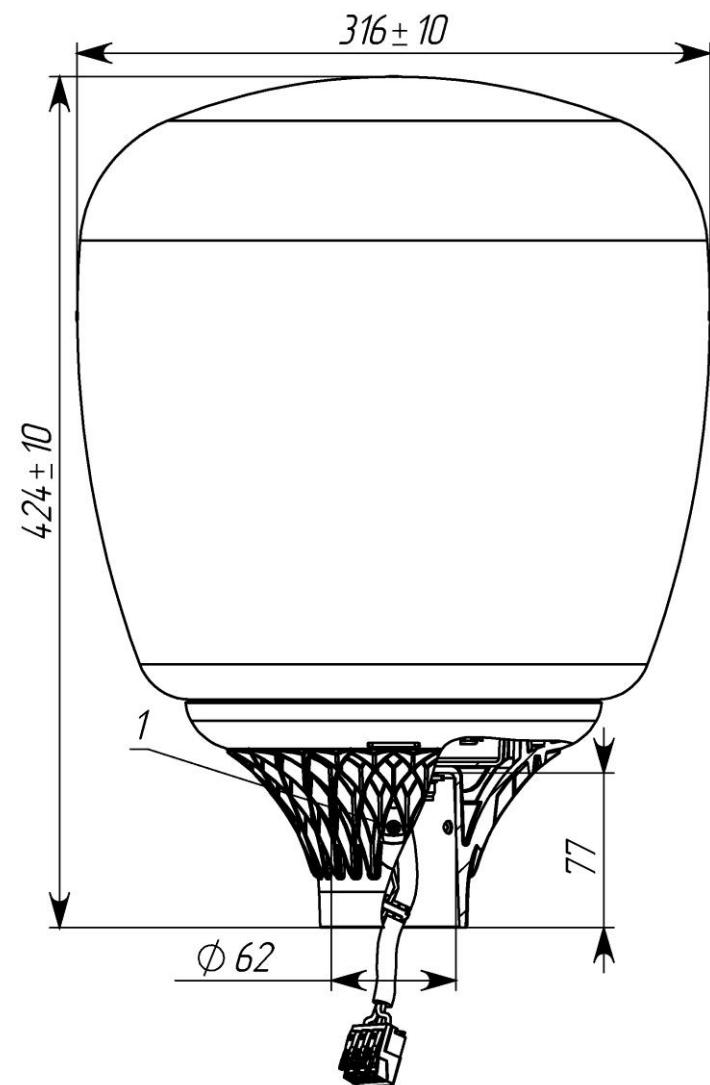

Рисунок 2
2.1 Светильники торшерные серии GALAD Икар LED-40 (Рисунок 2) предназначены для функционально-декоративного освещения парков, скверов, бульваров, зон отдыха, территорий микрорайонов, коттеджных поселков.
5.1 Светильник устанавливают на трубу диаметром 50...60 мм и закрепляют тремя болтами M6 (поз. 1 Рисунок 2) с усилием затяжки 5,9 – 9,4 Н·м.